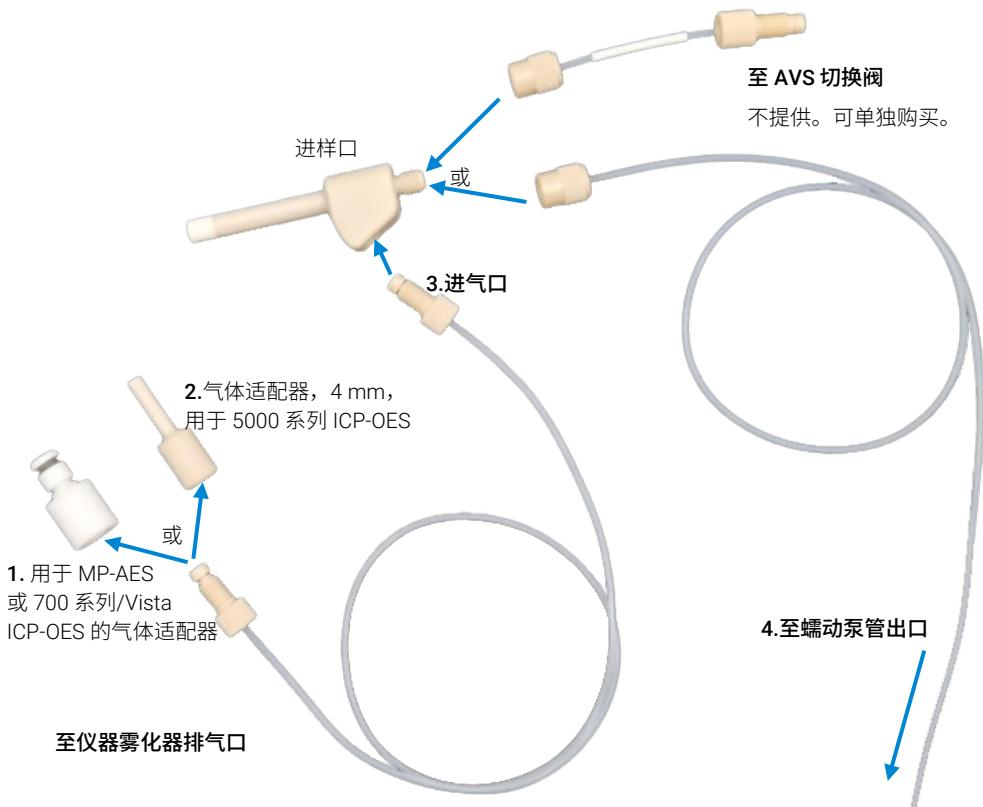

图 2 V 型槽，惰性高 TDS 雾化器组装说明
- 进样口管线，雾化器接头至样品管 (1/16")（图 2 中的 4）
- 用于 5000 系列 ICP-OES 的进气口管线，雾化器至气体适配器（图 2 中的 3）
- 用于 5000 系列 ICP-OES 雾化器排气口的气体适配器（图 2 中的 2）
- 用于 MP-AES 或 700/Vista 系列 ICP-OES 的气体适配器（图 2 中的 1）